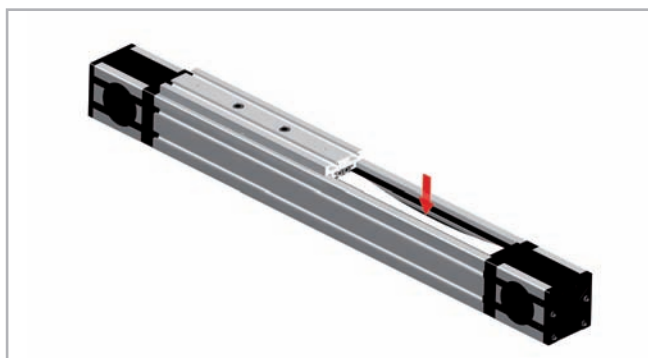

Рис. 72
2. Нажать на зубчатый ремень по направлению снаружи-вовнутрь, отжав его на половину ширины, соответственно настолько, чтобы стали видны внутренние направляющие (см. Рис. 72). Для этой цели может потребоваться предварительно снять натяжение ремня. См. раздел "Натяжение ремня" (стр. US-63).